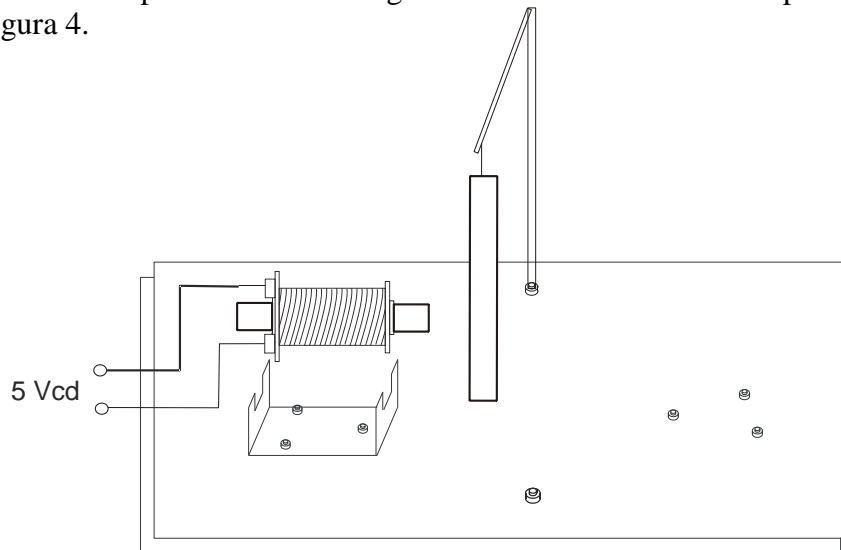

Figura 4. Prueba del Electroimán.
Paso 4. Sujete la montura de la bobina, el espaciador roscado y la varilla de soporte, a la placa de base. Suspenda el núcleo largo de hierro de la varilla de soporte, como se muestra en la Figura 4.